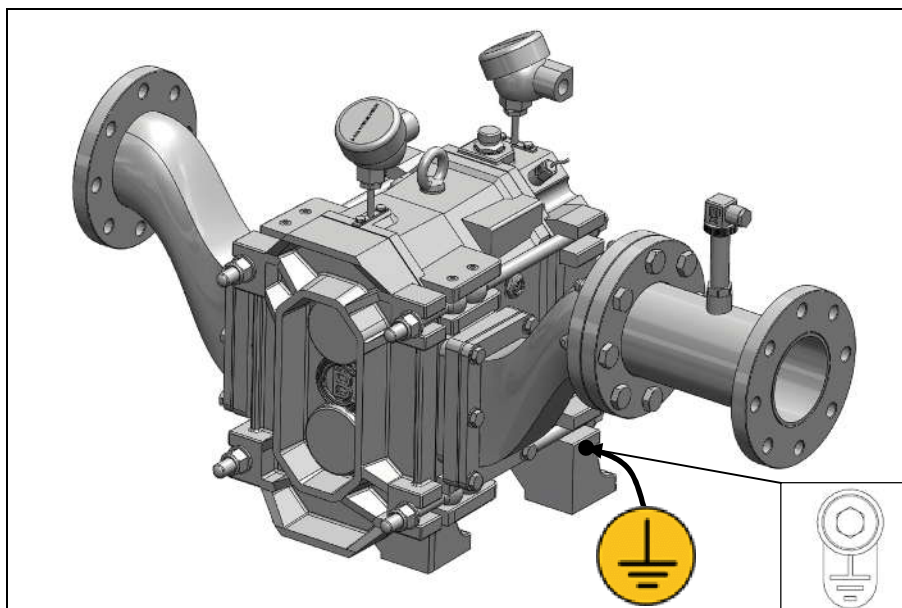

Fig. 8 – Indicazione del collegamento a terra della pompa
- La pompa fornita senza motorizzazione deve essere sempre collegata a terra tramite un cavo di sezione adeguata, collegato all'apposita borchia posta sul corpo pompa (vedere fig. 8).